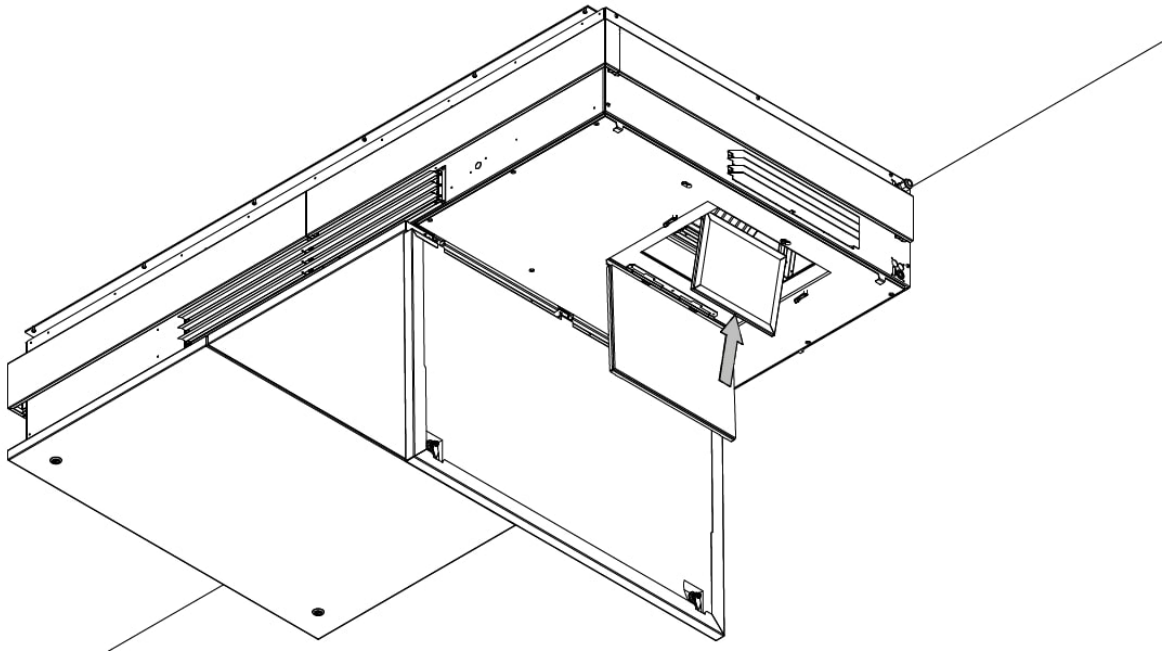

Figur 10: Öppna gångjärnets som håller grovfiltret
3. Öppna gångjärnen som håller grovfiltret på plats, se Figur 10 nedan.